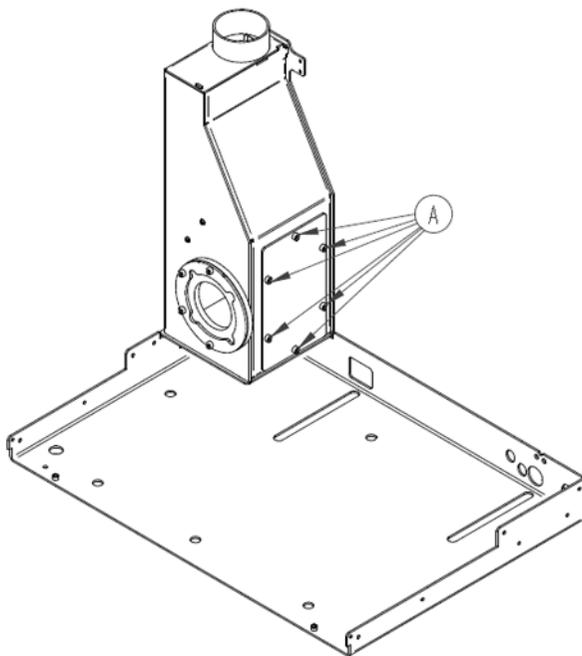

Figura 51 – Caixa de fumos extrator
- Na parte traseira esquerda do equipamento encontra-se a caixa de fumos (Figura 51). Na presente caixa de fumos é possível verificar a junta de vedação entre a caixa de fumos e o extrator. Na manutenção deve ser verificado o estado da presente junta de cor vermelha. A mesma não pode apresentar gretas nem cortes e deve manter elasticidade (não pode estar rígida). Caso não se verifique boa condição esta deve ser substituída (CO0510000750000 – Vedante silicone Vermelho diâm 75x145mm).
- A caixa de fumos (Figura 51) referida no ponto anterior dispõe de uma tampa lateral (lateral direita vista de frente) fixa com 6 parafusos DIN912 M6x12. A mesma poderá ser acedida com recurso a uma chave Allen nº5.